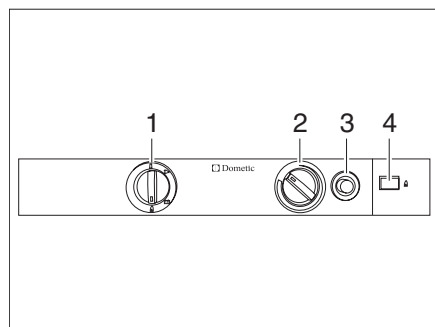

Bild 270 Bedienelemente für den Kühlschrank (Dometic 8er-Reihe)
- Energie-Wahlschalter (Bild 270,1) auf "🔥" stellen.
- Drehregler (Bild 270,2) drücken, auf höchste Stufe drehen und gedrückt halten. Warten, bis Gas zum Brenner strömt.
- Gaszündknopf (Bild 270,3) drücken und gedrückt halten. Die Zündung erfolgt automatisch.
- Gaszündknopf (Bild 270,3) gedrückt halten, bis der Flammenanzeiger (Bild 270,4) grün wird, dann loslassen.
- Drehregler (Bild 270,2) noch 10 bis 15 Sekunden gedrückt halten, dann loslassen.
- Energie-Wahlschalter (Bild 270,1) auf "⏏" stellen.
- Kühltemperatur mit dem Drehregler (Bild 270,3) einstellen.